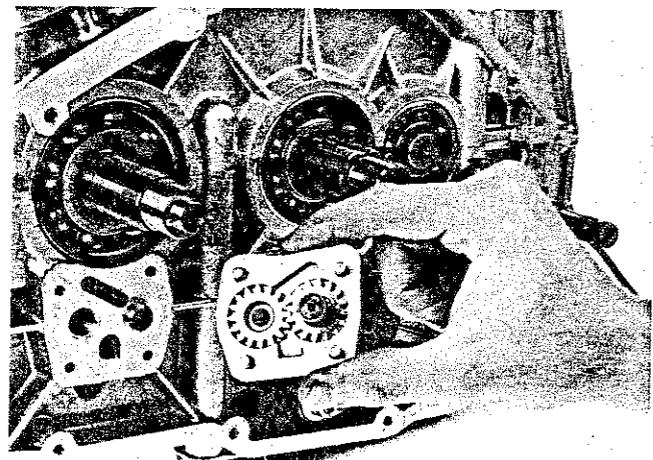

Fig. 89
- 3) Svitare le quattro viti, staccando il corpo della pompa del carter (Fig. 89).
- 3) Undo four screws and remove the oil pump body from the crankcase (Fig. 89).